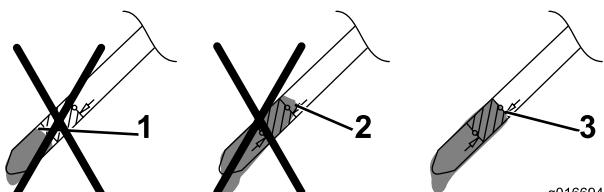

Figure 7
- Sortez de nouveau la jauge et vérifiez le niveau d'huile ; voir Figure 7.
- Si le niveau d'huile est trop bas, ajoutez **lentement** une petite quantité d'huile dans le tube de remplissage, puis répétez les étapes 3 à 5 jusqu'à ce que le niveau d'huile soit correct, comme illustré à la Figure 7.